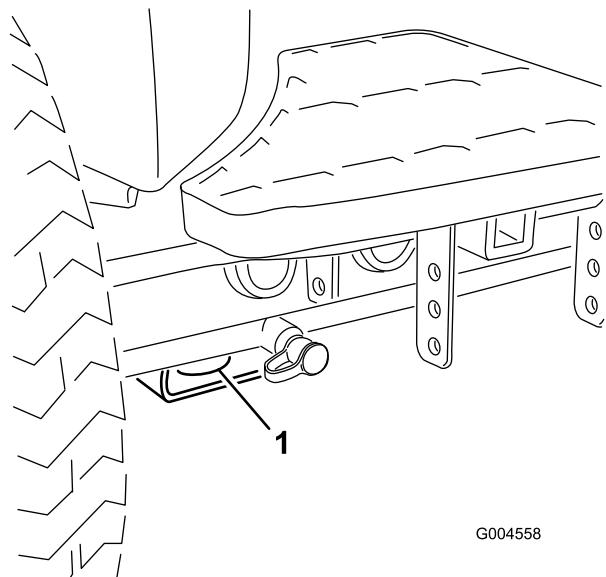

図 46
- 前：各前輪の内側、アクスル・チューブの下にある四角いパッド（図 46）